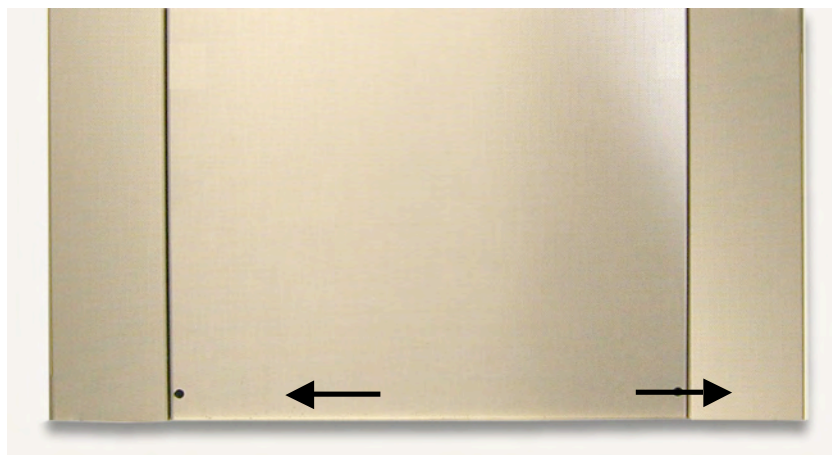

Figure : 7.8.1. Position des 2 vis cylindriques à six pans creux
1. Desserrez les 2 vis cylindriques à six pans creux (voir fig. 7.8.1.)